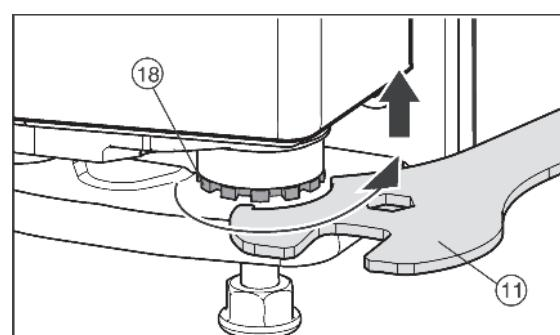

Fig. 13
- Чтобы поднять дверцу выверните вправо опорный палец Fig. 13 (18) с помощью прилагающегося вильчатого ключа Fig. 13 (11). При поставке опорный палец полностью вкручен.